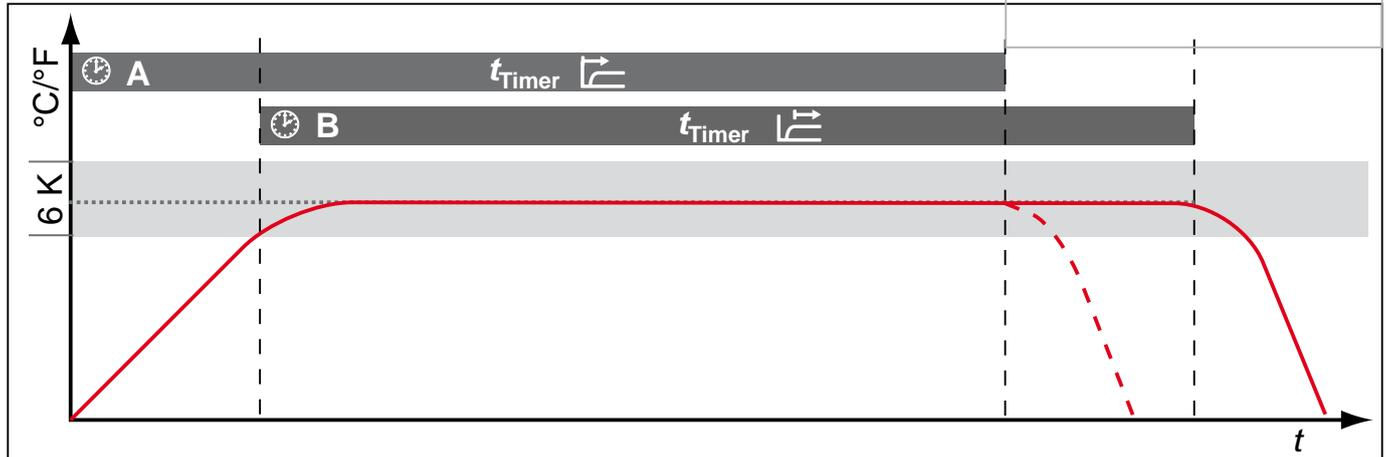

Fig. 25 Modo timer
Aquí se puede ajustar si el reloj de cuenta atrás digital con indicación del valor nominal (Temporizador, véase página 29) debe trabajar según los valores nominales, es decir, si el tiempo de funcionamiento con temporizador debe empezar a contar al alcanzar una banda de tolerancia con respecto a la temperatura nominal de ± 3 K (Fig. 25, B) o inmediatamente después de la activación del temporizador (A).